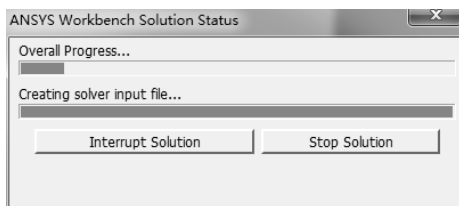

图 5-104 求解进度条
- 1) 单击工具栏上的【Solve】按钮  Solve ▼，启动求解，系统弹出进度条，表示正在求解。求解完成后进度条自动消失，如图 5-104 所示。